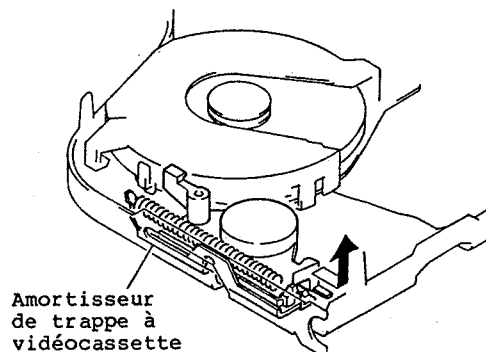

Fig. 2-93
1. Déposer l'amortisseur de trappe à vidéocassette en agissant dans la direction indiquée par la flèche. (Se reporter à la figure 2-93)